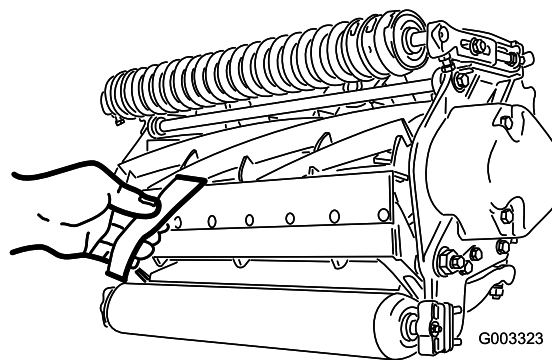

Рисунок 14
12. Проверьте характеристики скашивания, вставив длинную полоску бумаги для проверки Того между барабаном и неподвижным ножом перпендикулярно неподвижному ножу (Рисунок 14).